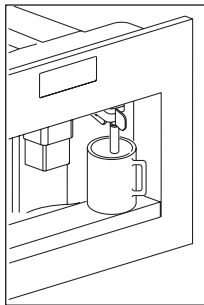

Fig. 12
- ▶ Coloque un recipiente bajo el surtidor de agua (Fig. 12).